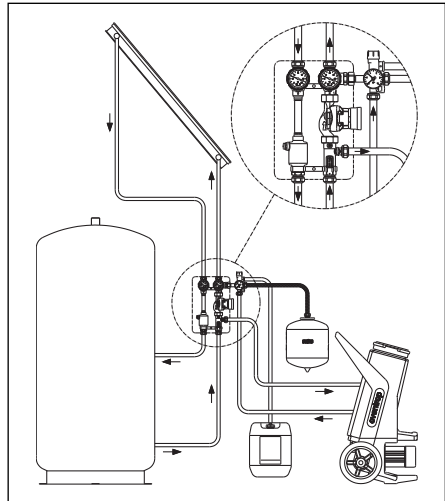

Abb. 6.13 Befüllen über Sicherheitsgruppe und Durchflussmesser
1. Schließen Sie die Befüllstation an der Solaranlage an (Abb. 6.13). Dabei unbedingt die Durchflussrichtung der Förderpumpe beachten!